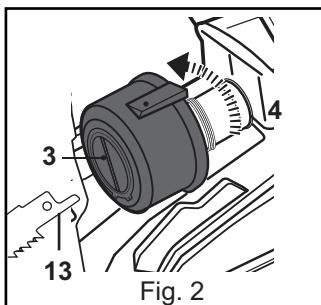
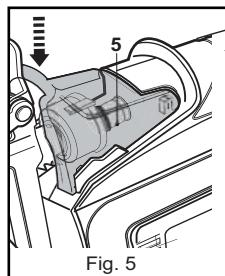

Fig. 2
Fig. 5
- Tournez/basculez le bouton de déverrouillage de la lame (4) vers la droite et maintenez-le dans cette position (Fig. 2).
- Insérez complètement une lame adéquate (13) jusqu'au fond du logement de la lame (3) et relâchez le bouton de déverrouillage de la lame (4) (Figures 2, 3, 4).
- Assurez-vous que la lame de la scie est bien verrouillée en position en pinçant la lame (13) entre deux doigts protégés par des gants et en tirant légèrement dessus (13) afin de vérifier qu'elle est placée correctement. Il doit être impossible de sortir la lame en tirant dessus si elle est placée correctement et verrouillée en position.
- Fermez le couvercle de protection transparent (5) et assurez-vous qu'il se mette en place en le poussant légèrement vers le bas (Fig. 5).
- Tournez/basculez le bouton de déverrouillage de la lame (4) vers la droite et maintenez-ledans cette position. (Fig. 2)
- Fermez le couvercle de protection transparent (5). (Fig.5)